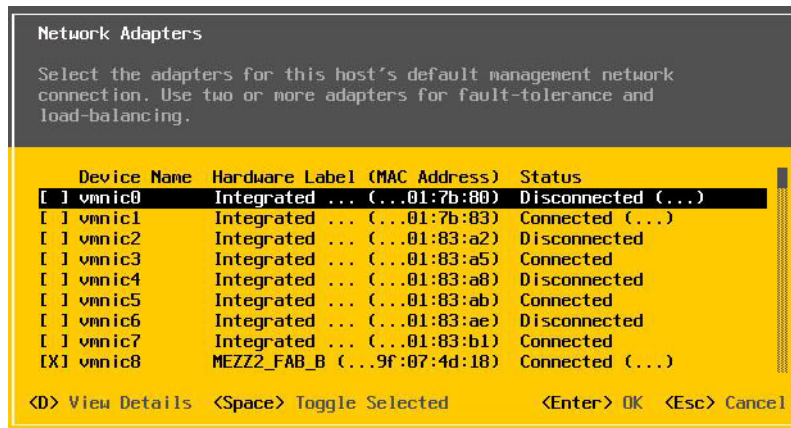

Ilustración 13-32. Selección de red de administración de ESXi
9. En las placas 57800 y 57810, la red de administración no es vmnic0. Después del inicio, abra la consola de la GUI y visualice la pantalla Configure Management Network (Configurar red de administración) y, a continuación, la ventana Network Adapters (Adaptadores de red) (*Ilustración 13-32*) para seleccionar el NIC que se utilizará como dispositivo de red de administración.